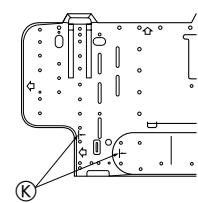

Fig. 3-10
3.4. Préparation pour le raccord des tuyaux (Fig. 3-10)